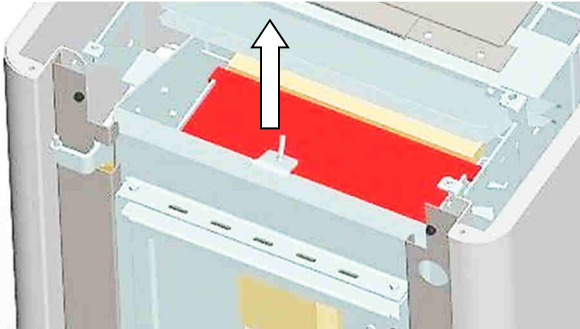

Abb. 47: Entnahme obere Umlenkplatte
1. Obere Umlenkplatte anheben und entfernen (Abb. 47).